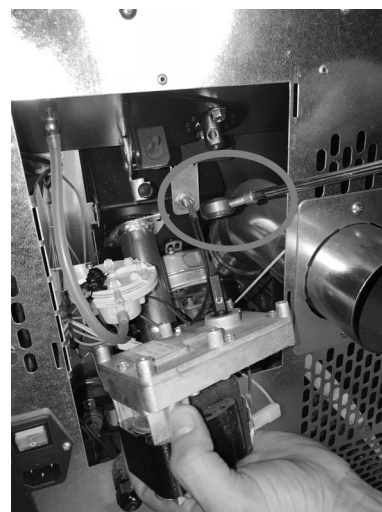

Fig. 29 - Remoção do motorreductor
- Remover o motorreductor desparafusando o parafuso que o bloqueia (ver **Fig. 29**).